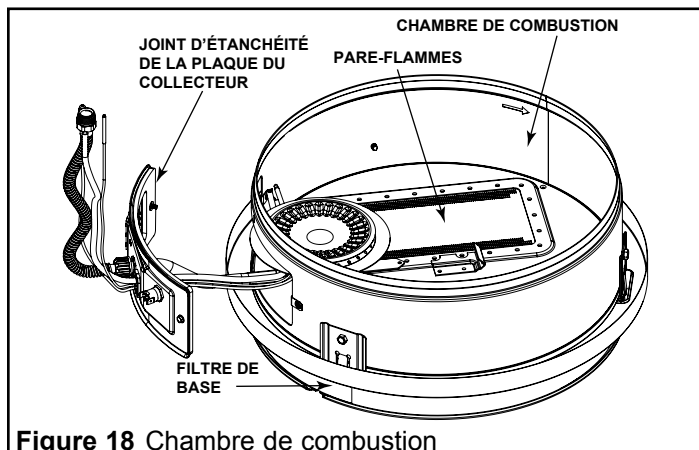

Figure 18 Chambre de combustion
2. Utilisez un aspirateur pour enlever tout débris dans la chambre de combustion (voir Figure 18). Utilisez de l'air comprimé pour déloger la poussière et les débris ayant pu s'accumuler sur le pare-flammes.
1. Vérifiez l'état du joint d'étanchéité. Il ne doit pas être endommagé ni comporter de résidus à sa surface (voir Figure 18).
4. Inspectez le joint d'étanchéité afin de vous assurer qu'il n'y a pas d'isolant en fibre de verre entre le joint d'étanchéité et la chambre de combustion (voir Figure 18).
5. Vissez les deux (2) vis qui retiennent la plaque de l'assemblage du collecteur/brûleur à la chambre de combustion (utilisez un tournevis à douille de 1/4 po). Il ne devrait subsister aucun interstice entre le joint d'étanchéité et la jupe du chauffe-eau. **Important:** ne faites pas fonctionner le chauffe-eau si le joint d'étanchéité n'assure pas un joint étanche entre la plaque de l'assemblage du collecteur et la chambre de combustion.